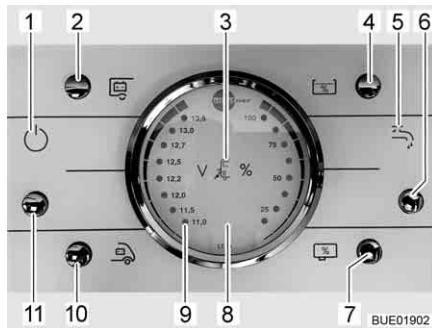

Fig. 101 Pannello di controllo LT 96
Il tasto (Fig. 101,11) inserisce o disinserisce il pannello di controllo e l'alimentazione a 12 V del vano abitabile.
- Premere il tasto (Fig. 101,11): L'alimentazione a 12 V dell'abitacolo è inserita. La spia di controllo (Fig. 101,1) si accende.
- Premere il tasto (Fig. 101,11): L'alimentazione a 12 V dell'abitacolo è disinserita. La spia di controllo (Fig. 101,1) si spegne.
Per l'indicatore volt/serbatoio (Fig. 101,8) leggere la scala sinistra. L'indicatore si illumina automaticamente appena viene premuto un tasto.
- Premere il tasto (Fig. 101,10): Viene indicata la tensione della batteria di avviamento.
- Premere il tasto (Fig. 101,2): Viene indicata la tensione della batteria dell'abitacolo.
Per l'indicatore volt/serbatoio (Fig. 101,8) leggere la scala destra. L'indicatore si illumina automaticamente appena viene premuto un tasto.
- Premere il tasto (Fig. 101,4): Viene indicato il livello del serbatoio dell'acqua.
- Premere il tasto (Fig. 101,7): Viene indicato il livello del serbatoio delle acque grigie.
- Premere il tasto (Fig. 101,6): L'alimentazione idrica è accesa. La spia di controllo della pompa dell'acqua (Fig. 101,5) si accende.
- Premere il tasto (Fig. 101,6): L'alimentazione idrica è spenta. La spia di controllo della pompa dell'acqua (Fig. 101,5) si spegne.
La spia luminosa rossa "ALARM" (Fig. 101,9) inizia a lampeggiare non appena la tensione della batteria dell'abitacolo scende al di sotto di 11 V (misurazione durante il normale esercizio) con conseguente rischio che la batteria si scarichi troppo.
La spia di controllo a 12 V (Fig. 101,1) si accende non appena viene inserito il tasto principale dei 12 V (Fig. 101,11).
La spia di controllo a 230 V (Fig. 101,3) si accende quando all'ingresso della centralina elettrica è presente una tensione di rete.